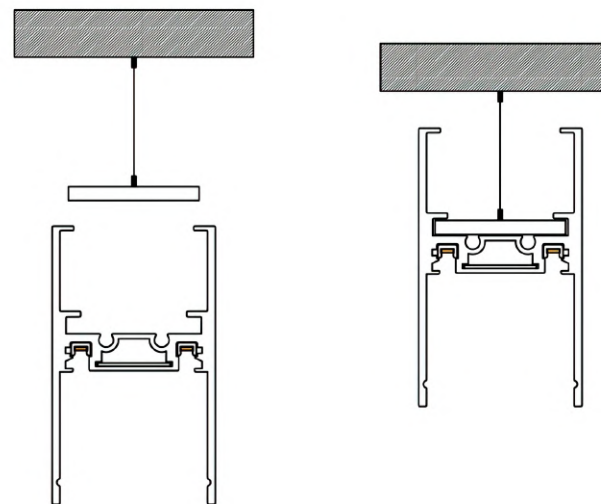

РИС. 2
- ▶ Для подвешенного крепления потребуется дополнительно приобрести V4-R7-00.RG23.TRK-0019 «Комплект для подвешенного монтажа 1,5 м для шинпровода». (Рис. 2)
- ▶ 2.4. Введите тросы в держатели. Отрегулируйте длину подвесов (Рис. 2)